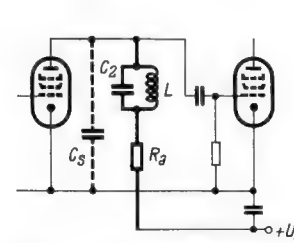
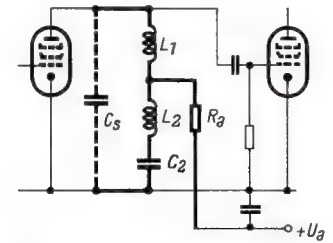

Bild 4. Anhebung der oberen Grenzfrequenz durch L und C_2 , Prinzipschaltbild. Bemessung siehe (14)
Bild 5. Anhebung der oberen Grenzfrequenz durch L_1 , L_2 und C_2 . L_1 und L_2 sind nicht miteinander gekoppelt. Bemessung siehe (15)
3. Bemessung der Schaltungen Bild 4 und Bild 5
Für die Schaltung Bild 4 ist zu wählen:
Für die Schaltung Bild 5 ist zu wählen: